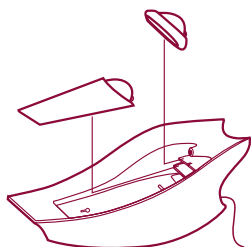

Fig. 14
- Når du ikke bruker munnstykkene kan du plassere dem inni rommet på ladeholderen. (fig. 14)